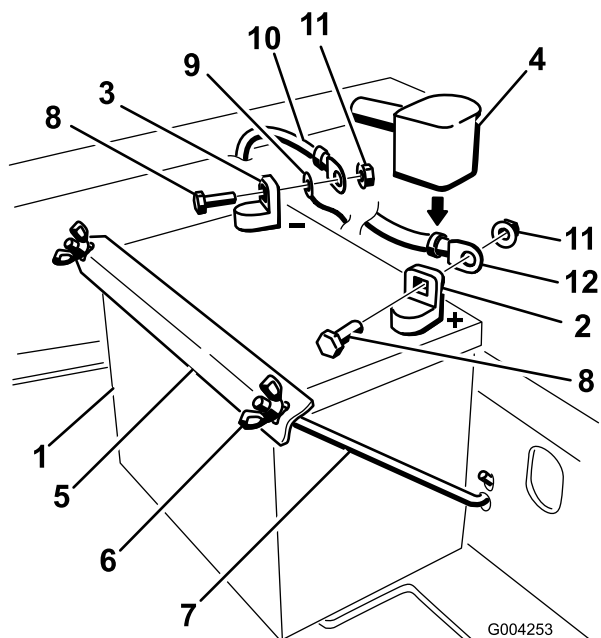

Figura 36
4. Primero desconecte el cable negativo de la batería y el cable de tierra del borne negativo (-) de la batería (Figura 36).
5. Retire la cubierta de goma roja del borne positivo (rojo) de la batería. Luego retire el cable positivo (rojo) de la batería (Figura 36).
6. Retire ambas tuercas de orejeta (1/4 pulgada) que fijan la brida de la batería (Figura 36).
- Coloque la batería en la bandeja, con los bornes hacia el motor (Figura 36).
- Sujete los cables con 2 pernos (1/4 x 3/4 pulgadas), 2 arandelas (1/4 pulgada), y 2 contratuercas (1/4 pulgada) (Figura 36).
- Fije la batería con pernos en J, una brida de sujeción y 2 arandelas (1/4 pulgada), y 2 tuercas de orejeta (1/4 pulgada) (Figura 36).